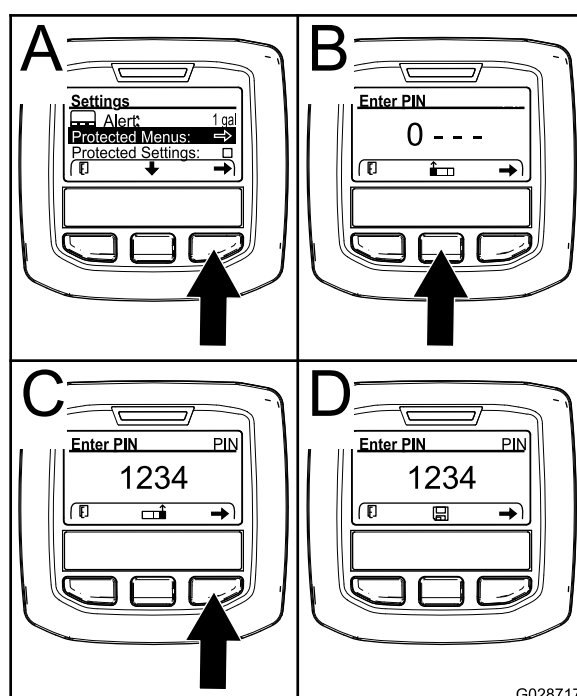

Figure 62
- Appuyez sur le bouton de sélection droit pour sélectionner les menus protégés (A de Figure 62).
- Appuyez sur le bouton de sélection central (B de Figure 62) pour augmenter la valeur numérique (0 à 9).
- Appuyez sur le bouton de sélection droit (C de Figure 62) pour amener le curseur à la valeur numérique suivante à droite.
Remarque: L'icône de sauvegarde s'affiche alors au-dessus du bouton central (D de Figure 62).